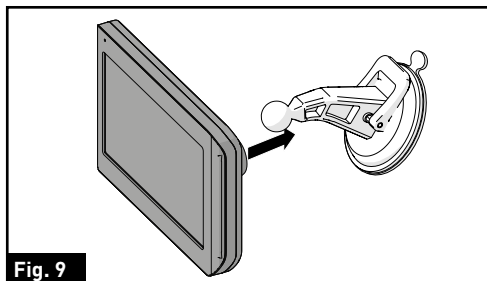

Fig. 9
4. Alinee el punto de señalización de la ventosa con la abertura en la parte posterior del monitor y presione firmemente hasta que quede bloqueado en su lugar. (Fig. 9)